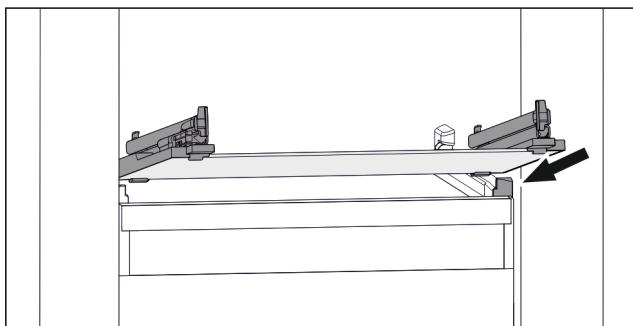

Fig. 112 Приближене відображення скляної пластини
- Встановити скляну пластину за стопорами навскоси. (див. Fig. 112)